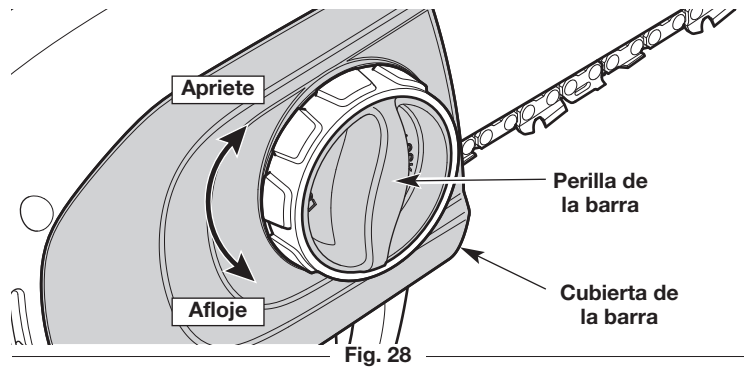
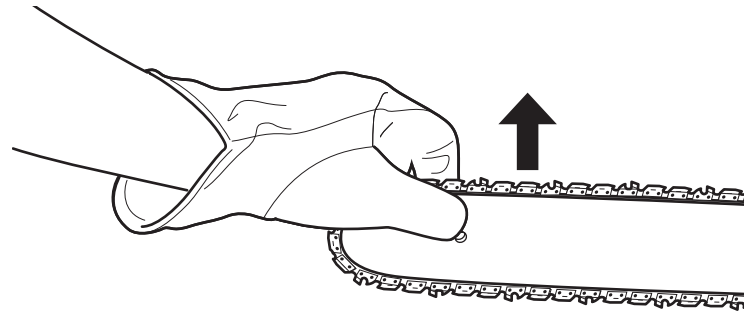

Fig. 28
Fig. 29
**NOTA:** Una cadena de sierra nueva tiende a estirarse y necesitará un reajuste luego de unos cinco (5) cortes. Esto es normal durante el período de ablande. El intervalo entre los ajustes futuros se alargará rápidamente.
1. Gire la perilla de la barra en el sentido contrario a las agujas del reloj para aflojar el acoplador (Fig. 28). **NO** saque completamente la tapa de la barra.
3. Continúe sosteniendo la punta de la barra hacia arriba (Fig. 29). Gire la perilla de la barra en el sentido de las agujas del reloj para ajustar de manera segura la tapa de la barra (Fig. 28).
1. Gire la perilla de la barra en el sentido contrario a las agujas del reloj para aflojar la tapa de la barra (Fig. 28).
8. Gire la perilla de la barra en el sentido de las agujas del reloj para apretar la cubierta de la barra (Fig. 28). **NO** apriete completamente la perilla de la barra.
10. Sostenga la punta de la barra hacia arriba (Fig. 29). Gire la perilla de la barra en el sentido de las agujas del reloj para ajustar de manera segura la tapa de la barra (Fig. 28).